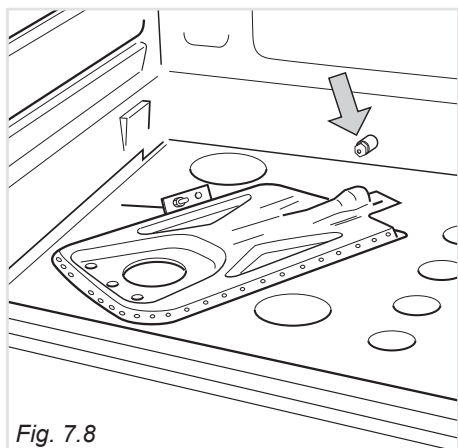

Fig. 7.8
- Con una chiave a tubo da 7 sostituire l'iniettore (fig. 7.8) secondo la "Tabella Iniettori" e rimontare il bruciatore operando a ritroso.